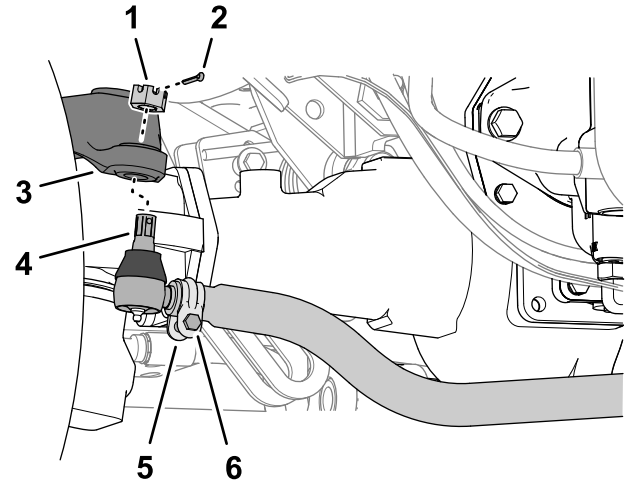

図 154
1. 後アクスルで、タイロッドの両端にあるコッターピンとスロット付きナットを外す 図 154。
3. タイロッド両側のクランプをゆるめる 図 154。